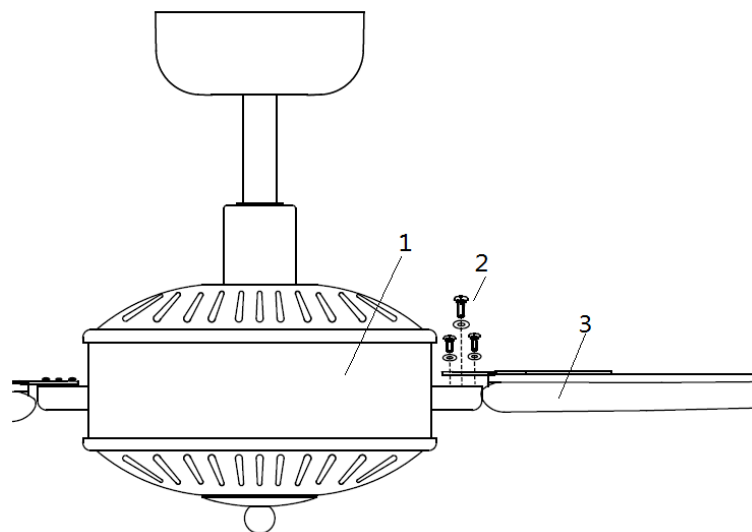

Fig. 5
- Aligner les trois trous de la lame (3) avec le moteur (1) du ventilateur.
- Sécuriser la lame avec les trois vis de lame et les rondelles (2) de blocage.
- Appliquer la même procédure pour les deux lames restantes (Fig.5)